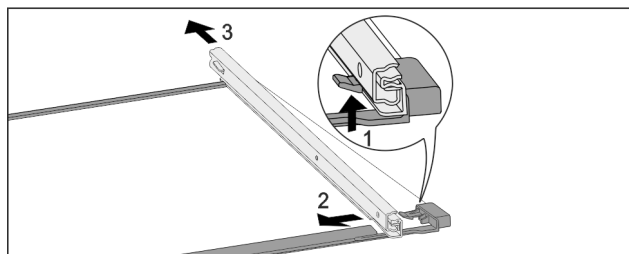

Fig. 233 Skleněná deska s kolejničkami
- ▶ Přední aretační háček zatlačte nahoru. Fig. 233 (1)
- ▶ Výsuvnou kolejničku vysuňte stranou Fig. 233 (2) a dozadu Fig. 233 (3).